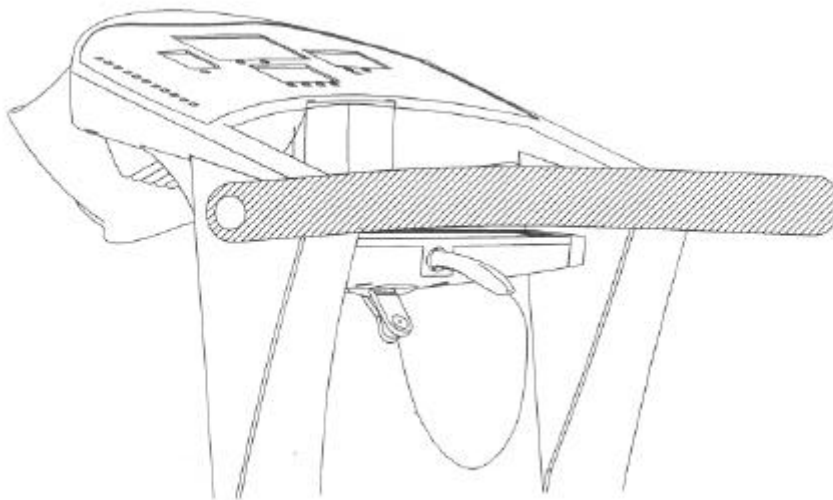

Fig.11
U dient de veiligheidssleutel op de "SAFETY KEY" positie te plaatsen om te zorgen dat de loopband functioneert (zie Fig.11).
- A. Schakel de stroom in door de knop voor op de loopband in te drukken, waarna op het display "PLACE SAFETEEY KEY" verschijnt. De loopband zal niet kunnen functioneren als u de veiligheidssleutel niet plaatst. (zie fig. 11)